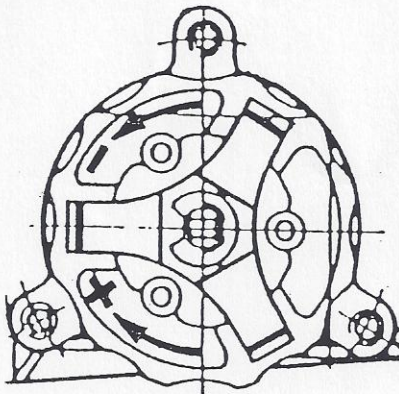

Fig 7 Bouton d'accélération
- 4) Amener le bouton d'accélération en position Maxi. (Voir Fig 7 page 8).
- Pour obtenir la vitesse désirée, agir sur le bouton d'accélération (Voir Fig 7).